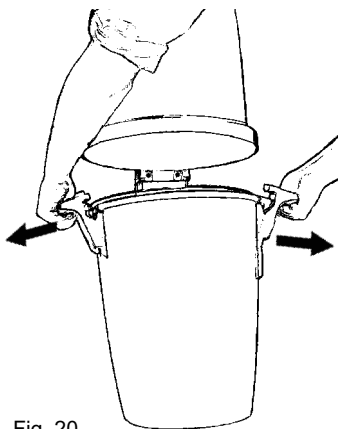

Fig. 20
2. Dégagez les deux poignées retenant le bac à poussière. en les tirant vers l'extérieur du bac. Cette opération démontrera la partie inférieure, de la façon indiquée à la fig. 20.